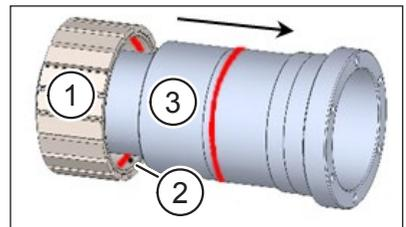

Abb. 12: Rotor auf Welle aufschieben
- ▶ Orientieren Sie den Rotor so, dass die Indexbohrung (Pos. 2 in Abb. 12) zur Welle zeigt (siehe Abb. 12).
- ▶ Schieben Sie den Rotor (Pos. 1 in Abb. 12) auf die Welle (Pos. 3 in Abb. 12) auf und drücken Sie ihn sanft bis zum Anschlag.